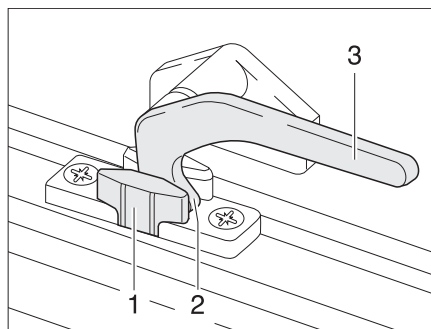

Fig. 10 Leva di serraggio in posizione "Aerazione continua"
- in posizione di "Aerazione continua" (Fig. 10)
- Ruotare la leva di serraggio (Fig. 10,3) di un quarto di giro verso il centro della finestra.
- Girare nuovamente all'indietro la leva di serraggio. Riportare contemporaneamente il nasello di chiusura (Fig. 10,2) nella rientranza della chiusura della finestra (Fig. 10,1).